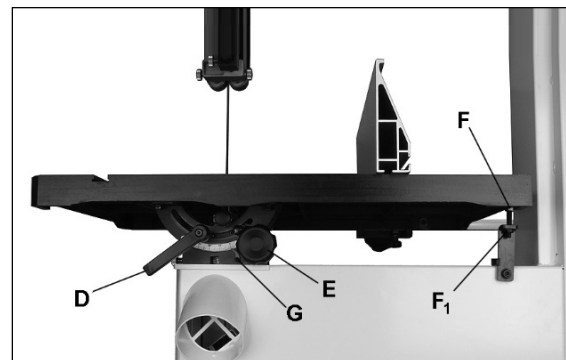

Рисунок 14
Чтобы наклонить стол, ослабьте фиксирующую рукоятку (D, рис. 14) и поверните ручку (E).
Для изменения положения упора ослабьте гайку (F1, рисунок 14).